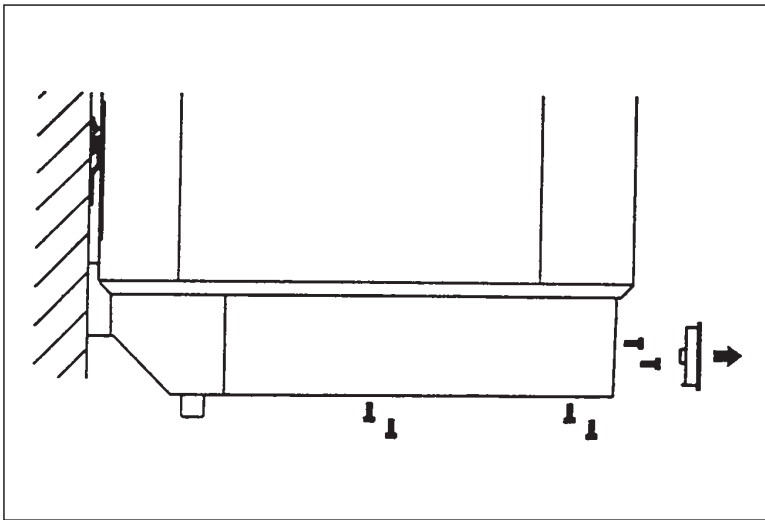

Fig. 9
- Desmontar el botón selector de temperatura tirando del mismo. Desatornillar los tornillos y desmontar la tapa inferior (ver fig. 9).